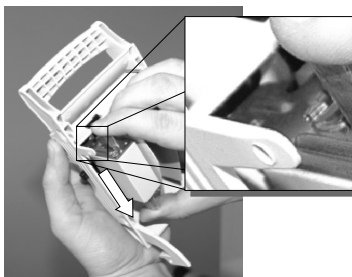

Figura 18
- Mova um elo-fusível ao longo da tampa até a trava de elos-fusíveis prender (Figura 18);